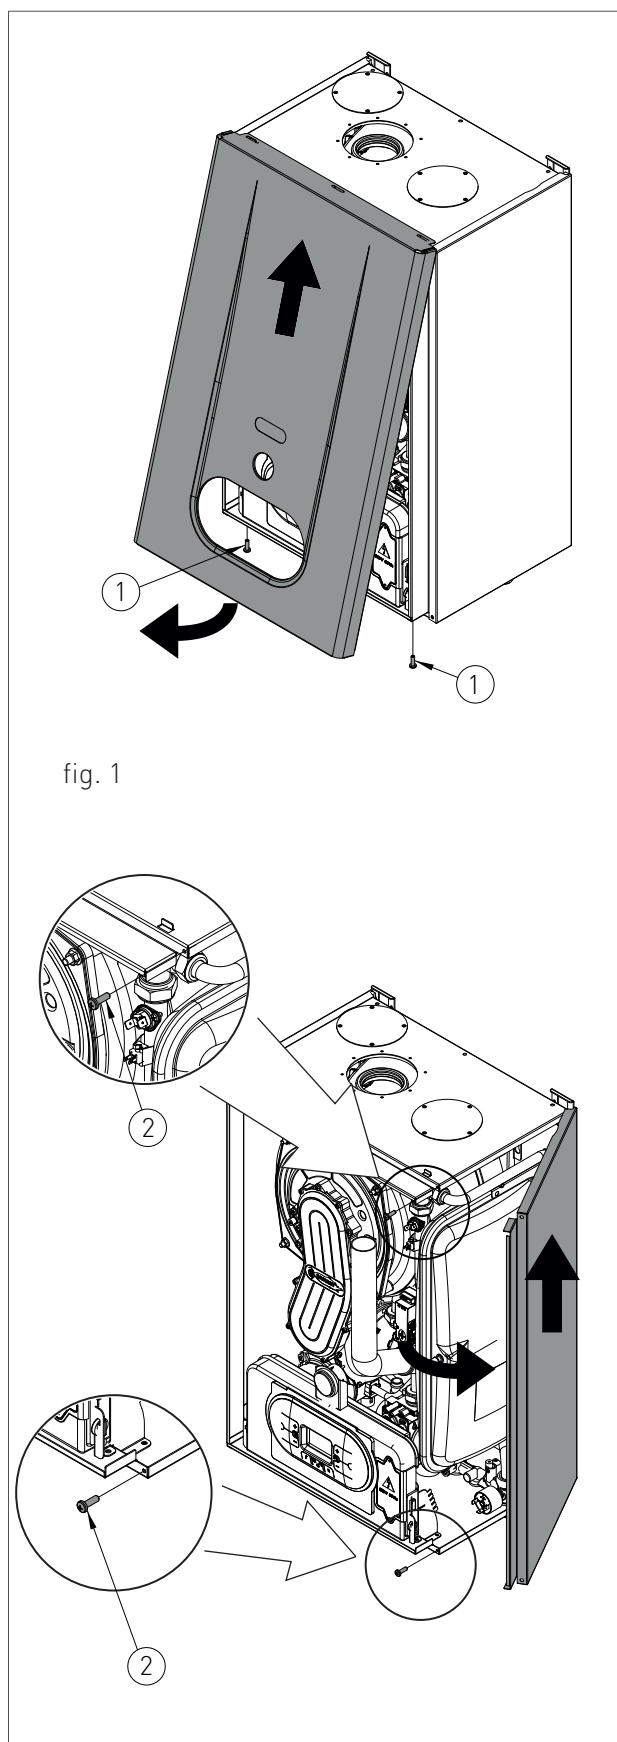

fig. 1
Nota: La posizione di funzionamento della valvola deviatrice è indicata dal colore visibile all'interno (vedi 'C' - fig. 1).
- › rimuovere le viti (1 - fig.1) di fissaggio poste nel bordo inferiore del pannello frontale;
- › afferrare il pannello frontale nella parte inferiore e, tirandolo verso se, estrarlo con movimento verso l'alto (vedi fig. 1).
- › rimuovere le viti (2 - fig.1) di fissaggio poste nel bordo frontale del pannello laterale;
- › afferrare la base del pannello e, dopo averlo spostato lateralmente, estrarlo alzandolo (vedi fig. 1).
- > Afferrare contemporaneamente le staffe di supporto del pannello comandi (fig. 1) allargandole e rovesciare il pannello, ruotandolo verso il basso;
- > svitare le quattro viti di fissaggio 1 - fig. 1;
- › ruotare il rubinetto di scarico dell'impianto 'RS' (fig. 1);
- › allentare le due viti '1' (fig.1) dalla boccola di fissaggio, e rimuovere il tubo di aspirazione aria;
- › svitare le tre viti di fissaggio '2' (fig.1) del venturi 'V' (fig.1) con una chiave da 10, tipo come in figura 2;
- › rimontare i componenti procedendo in senso inverso rispetto alle operazioni di smontaggio assicurandosi che venga rimontata la guarnizione 'G' come in fig.1;